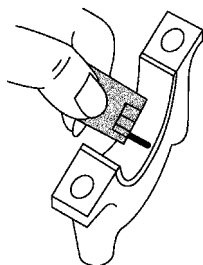

图 5-22 轴承间隙的检查
16. 部件专家 A 说如图 5-22 所示的检查程序的结果能够确定是否需要更换轴承。部件专家 B 说这种检查程序的结果能够确定在轴承中旋转的轴是否失圆。谁是正确的？